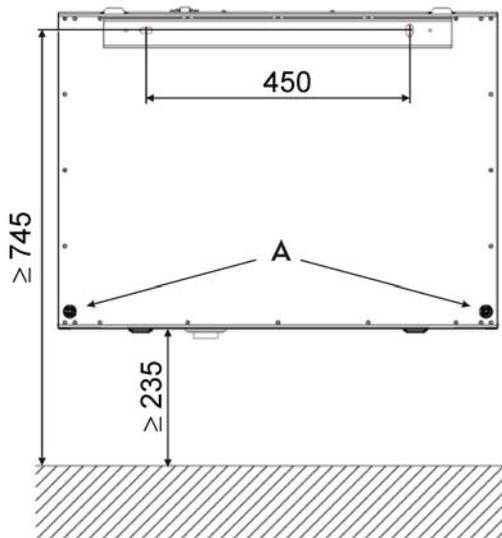

Bild 18: Wandmontage (Bsp. focus Version LINKS)
- Kleben Sie je 1 Stück der beiliegenden, selbstklebenden Gummipuffer **A** wie im Bild 18 dargestellt in den unteren Eckbereich der Geräterückseite.